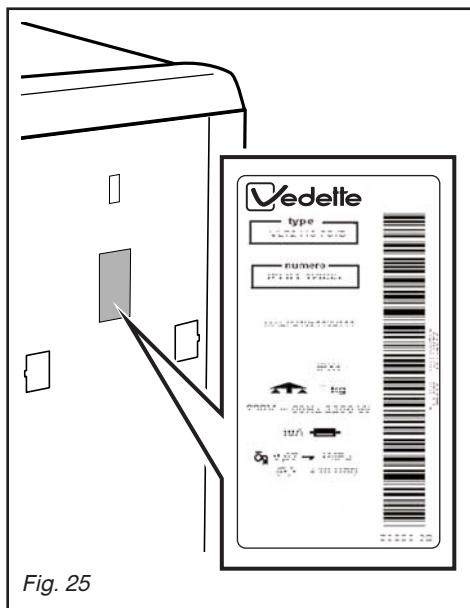

Fig. 25
– Les éventuelles interventions sur votre appareil doivent être effectuées par un professionnel qualifié dépositaire de la marque. Lors de votre appel, mentionnez la référence complète de votre appareil (modèle, type, numéro de série). Ces renseignements figurent sur la plaque signalétique située au dos de votre appareil (voir Fig. 25).